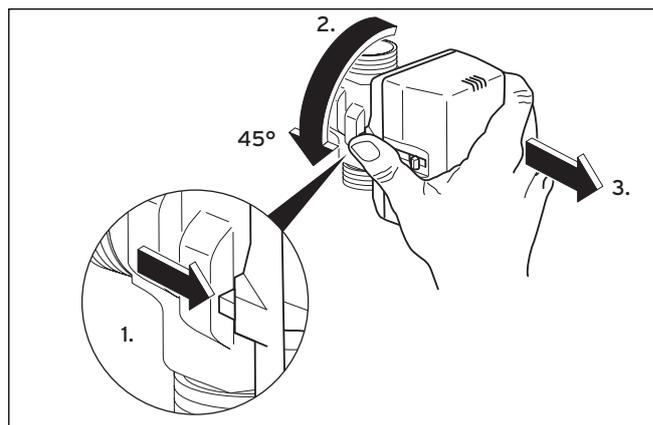

Abb. 6.6 Motorgehäuse des Solemischventils abnehmen
- Motorgehäuse vom Ventilkörper des Solemischventils abnehmen (siehe Abb. 6.6):